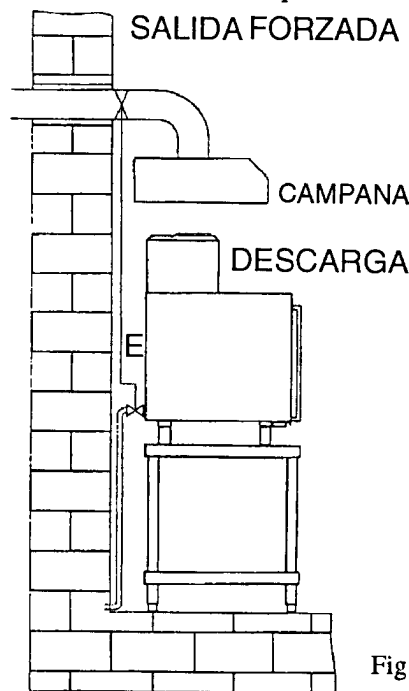

Fig. 2
Los aparatos del tipo A vienen con la chimenea desmontada y entregada a parte. Su montaje sobre el horno es muy sencillo. (fig. 2).
## EVACUACIÓN DE LOS PRODUCTOS DE COMBUSTIÓN (fig 2)
- Aparatos a gas de tipo A** previstos para ser conectados con un conducto natural para la evacuación de los productos de la combustión, por ejemplo para ser conectados a una chimenea de eficiencia cierta, con tiraje natural, o para descargar los productos de la combustión directamente al exterior (fig.2); o conectados con un sistema de descarga forzada, por ejemplo una campana equipada con aspirador mecánico.
- la alimentación a gas de los aparatos debe ser directamente controlada por el sistema de descarga forzada y se debe interrumpir en el caso en que la capacidad de la descarga baje de los valores prescritos. El gas se debe volver a suministrar a los artefactos sólo manualmente (fig.2).